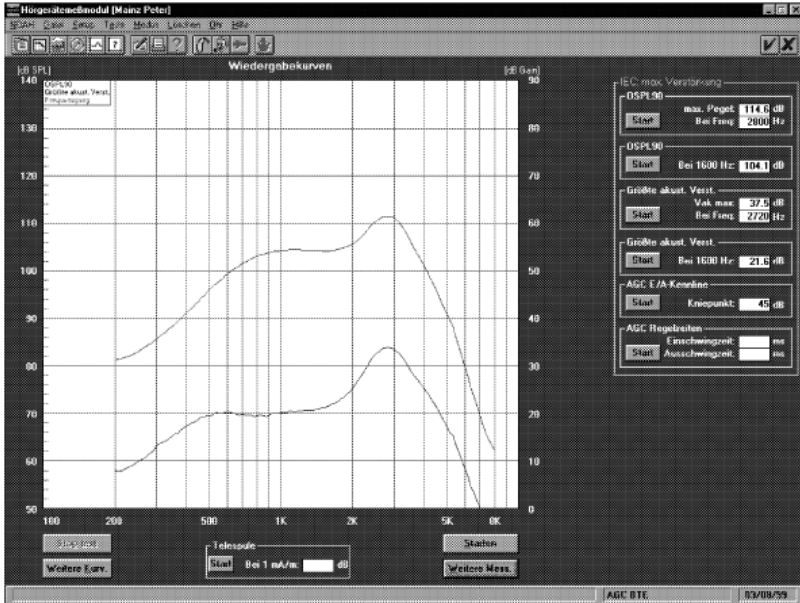

Abbildung 7 Messungen nach IEC118-7
3. Überprüfen Sie, ob der 2 ccm Kuppler auf dem Meßmikrofon sitzt und der richtige Adapter für das zu messende Hörgerät aufgeschraubt ist. Stellen Sie die Verstärkung des Hörgerätes auf den maximalen Wert ein. (Bevor Sie mit der Messung beginnen, werden Sie noch einmal durch ein entsprechendes Fenster daran erinnert.) Legen Sie Kuppler und Hörgerät in die Mitte der markierten Meßfläche (siehe Abbildung 7).